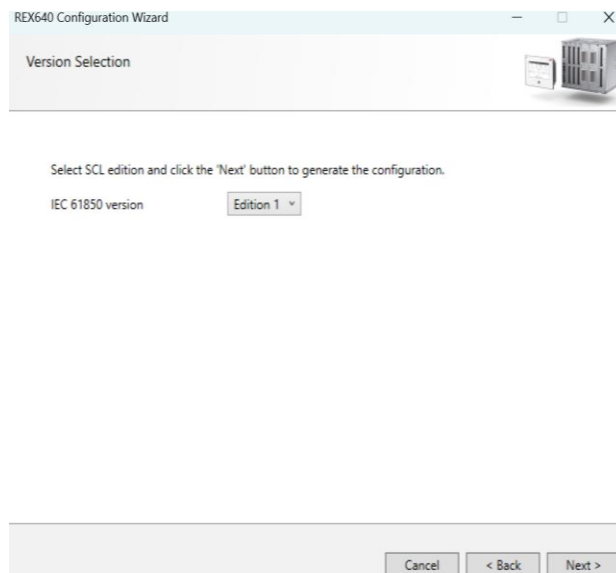
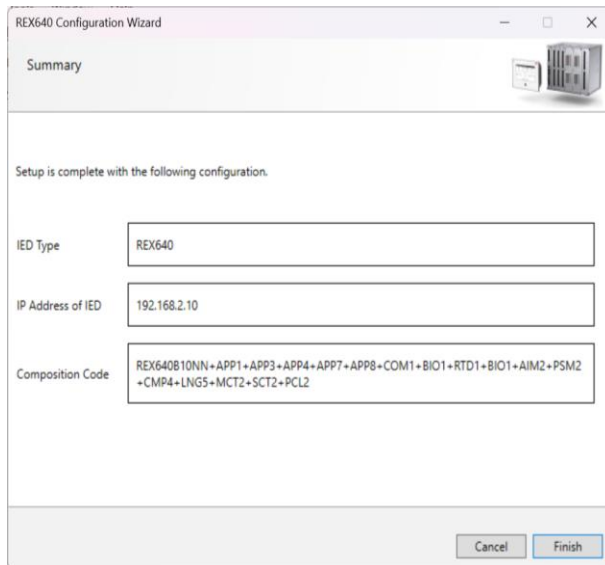

Imagen 30_Selección del tipo de edición de la norma.
Imagen 31_Ventana de configuración del relevador REX640.
1.14 Por último, se mostrará una ventana como la de la **Imagen 30**, estrictamente se debe seleccionar la edición 1 ya que de no ser así no podremos establecer una comunicación entre nuestra computadora y el relevador REX640, para acabar con la conexión donde vamos a corroborar los datos del inicio que se muestran en la **Imagen 31**, de ser los mismo sabremos que la conexión se realizó con éxito.